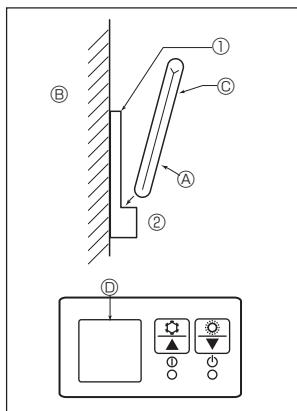

Fig. 6-7
2) Installatiemethode (Fig. 6-7)
- ① Bevestig de houder voor de afstandsbediening op de gewenste plaats door middel van de 2 zelftappende schroeven.
- ② Plaats het onderste gedeelte van de afstandsbediening in de houder.